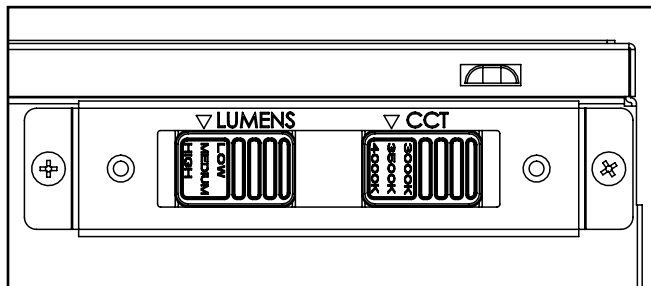

Figure 7.
10. Pendant que le luminaire est sous tension, utilisez l'interrupteur de lumens et l'interrupteur TCP (si équipé) pour régler le niveau d'intensité de lumens et le TCP du luminaire (Figure 7). Consultez l'étiquette sur le dessus du pilote pour connaître chaque réglage de lumens et de tensions.